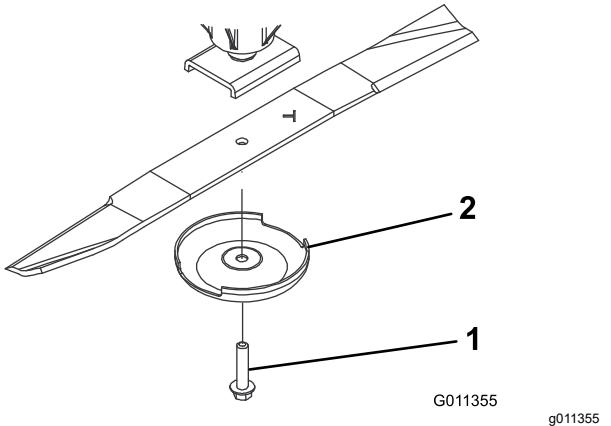

Figura 106
- Retire del eje de la cuchilla el perno de la cuchilla, el protector de césped y la cuchilla (Figura 106).